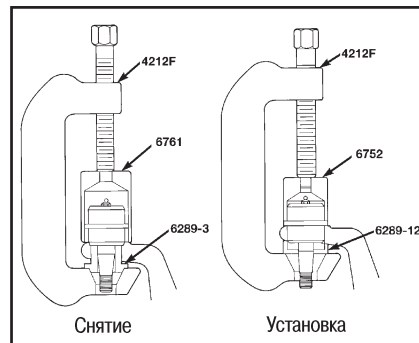

Рис. 24 Снятие и установка верхнего наконечника шарового шарнира
1. Установите специнструмент, как показано на рис. 24, снимите и установите наконечник шарового шарнира.